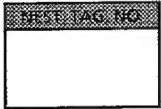

図4.1 ネストタグナンバー
- (1) ネストタグナンバーラベル (図4.1参照) 1枚